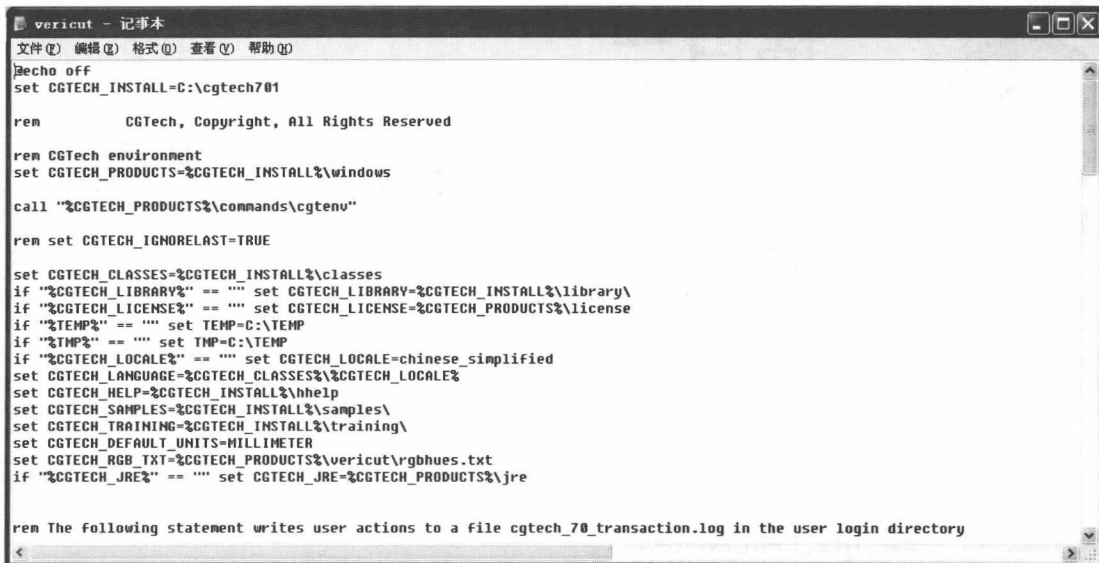

图 1-16 配置 License 许可完成
④ 拖动  cgtech.1f 文件到上面空白窗口处。
⑤ 点击  update_license, 将会出现图 1-16 所示画面, 表明安装许可证文件已经成功。